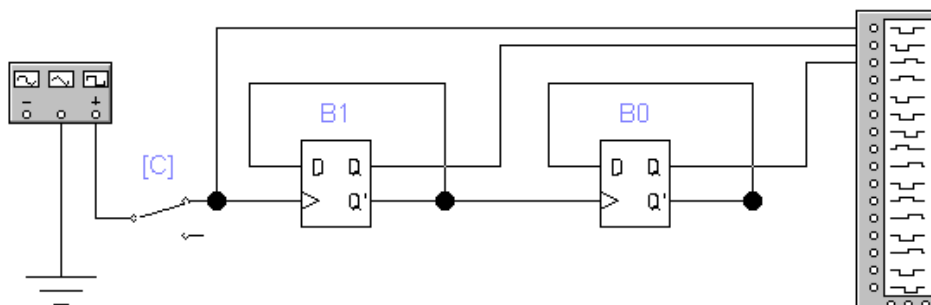

Fig. 7. Schema electrică a divizorului de frecvență în regim dinamic de lucru.
4.1. Construiți schema prezentată în Fig. 7 pentru studierea divizorului de frecvență în regim dinamic de lucru, format din bistabili D.